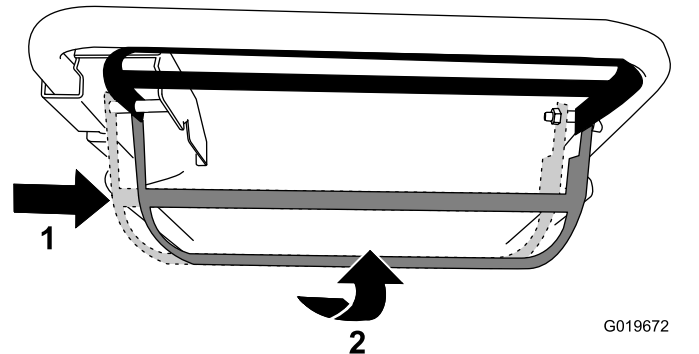

Bild 19
- Schieben Sie den Schaltbügel ganz nach rechts und drücken ihn zum Holm, um den Selbstantrieb zu verwenden und die Messer einzukuppeln (Bild 19).